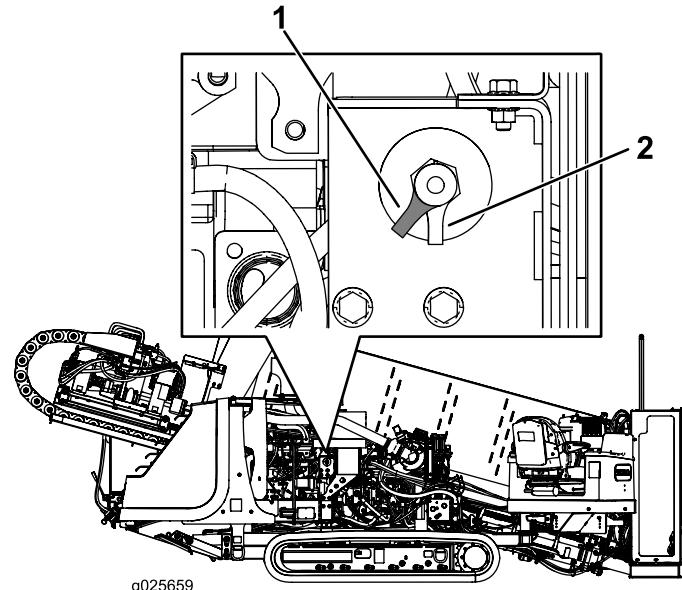

Рисунок 49
- Чтобы подать электропитание на машину, поверните переключатель отсоединения аккумулятора по часовой стрелке в положение «Вкл.» (Рисунок 49).
- Чтобы отсоединить электропитание от машины, поверните переключатель отсоединения аккумулятора против часовой стрелки в положение «Выкл.» (Рисунок 49).